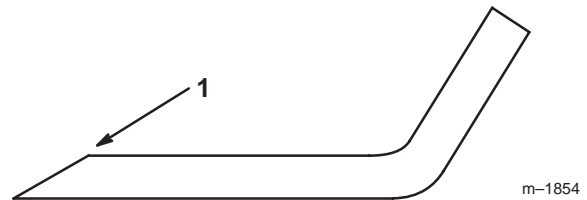

Figure 33
1. Au moyen d'une lime, aiguisez les tranchants aux deux extrémités de la lame (Fig. 33) en veillant à conserver l'angle de coupe d'origine. Limez la même quantité de métal sur chacun des deux tranchants pour ne pas déséquilibrer la lame.